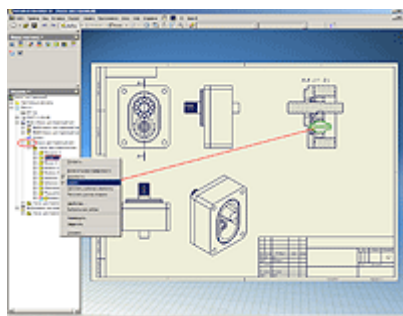

Рисунок 7
7. При необходимости, детали, которые не должны попадать в разрез (например, такие как валы) можно выключить из сечения. Для этого в браузере чертежа необходимо в текущем виде найти деталь, которую необходимо исключить из разреза и правой кнопкой мыши снять флажок с пункта меню «Разрез» (см. Рисунок 7).